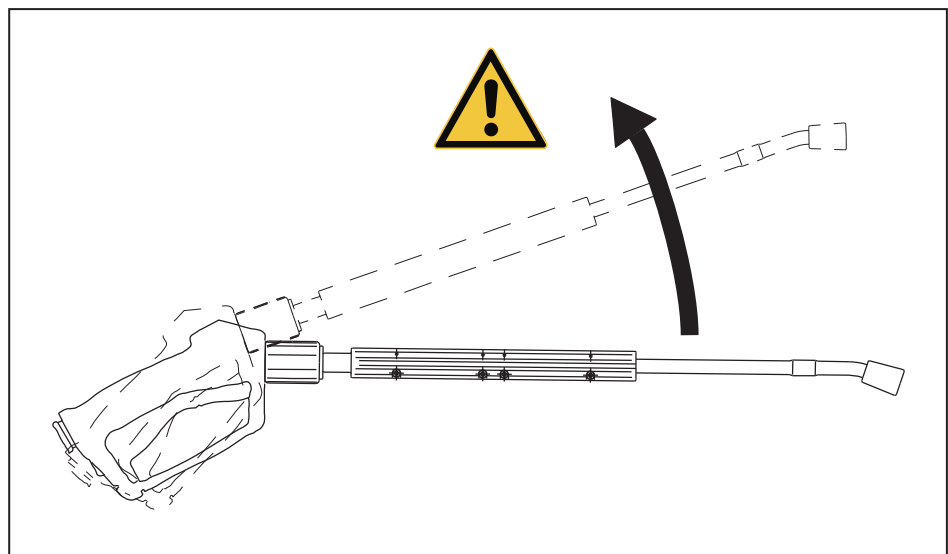

Abb. 6 - 2 Rückstoßkraft beim Einschalten der Abschaltpistole
- ▶ An der Schranktürfront den Ein-/Aus Drehschalter auf Ein stellen (siehe Abb. 6 - 1).
Nach Aktivierung der Abschaltpistole übt der austretende Wasserstrahl eine ruckartige Rückstoßkraft aus (siehe auch Abb. 6 - 2).